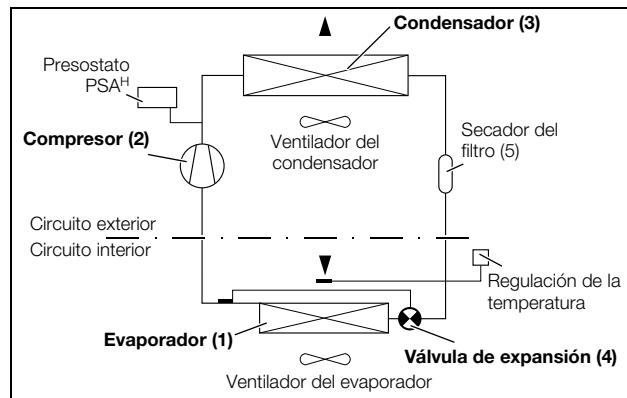

Imagen 2: Circuito de refrigeración
El refrigerador (instalación frigorífica de compresión) consta de cuatro componentes básicos (ver imagen 2): Evaporador (1), compresor del medio refrigerante (2), condensador (3), así como válvula de regulación o de expansión (4), unidos entre sí por medio de tuberías. Este circuito contiene un agente ligeramente hirviente, el fluido frigorífico. El medio refrigerante R134a (CH_2FCF_3) está exento de cloro. Su capacidad de destrucción del ozono (OZP) es 0.